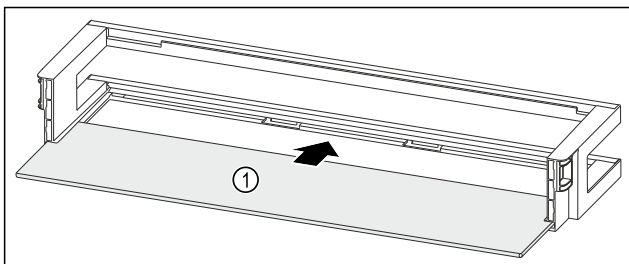

Fig. 117 Рафт на врата с рафт
- ▶ Вкарайте рафта Fig. 117 (1) в страничните прорези.